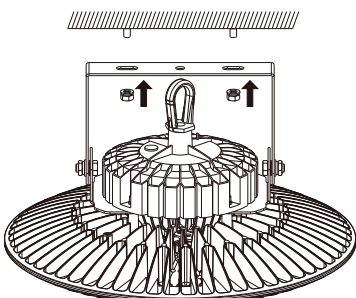

Fig. 6
3. En utilisant 2 vis, fixez le support à la surface désirée. (**Figure 6**).